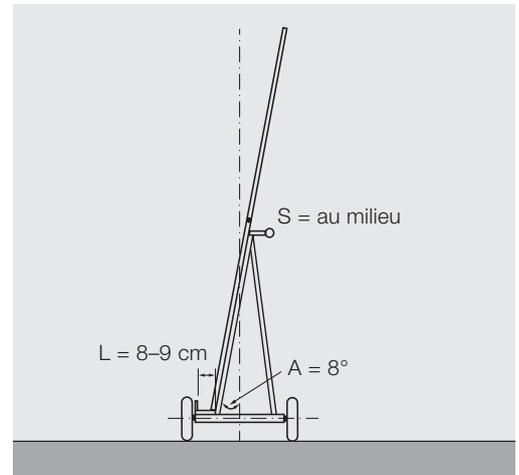

Fig. 1: chariot de transport à deux roues conforme aux règles de sécurité:
| 1 Le chariot pour panneaux est-il conçu de telle sorte que le centre de gravité (S) des panneaux soit si possible au milieu, entre les deux roues? (Fig. 1)  | <input type="checkbox"/> oui<input type="checkbox"/> non |